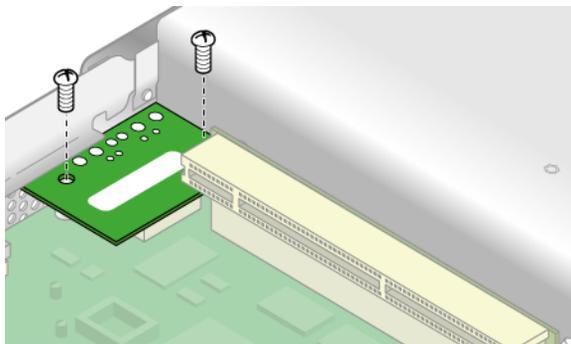

FIGURE 3-4 Retrait de la carte d'E/S
2. Retirez les deux vis qui fixent la carte d'E/S à la carte mère (voir FIGURE 3-4).